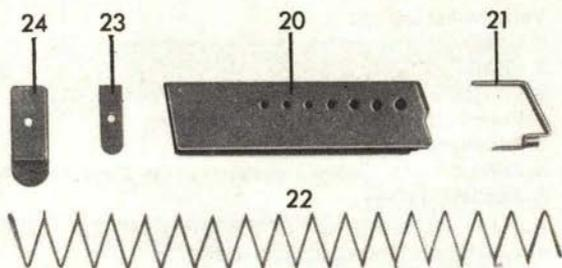

Bild 3
- **das Magazin** (Bild 3) mit einem Fassungsvermögen von 8 Patronen.
Die Magazinfeder muß mit dem Patronenzubringer in der Lage in den Magazinkasten eingeschoben werden, wie sie Bild 3 zeigt.
Beim Einsetzen der Magazinfeder ist darauf zu achten, daß die verkürzte Endwindung in richtiger Weise unter den Patronenzubringer zu liegen kommt (siehe Bild 3).